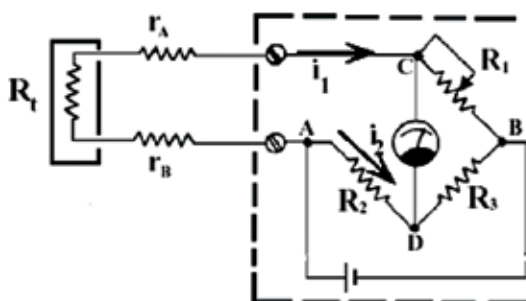

Figura 1
Para realizar la medición, se utiliza un puente de Wheastone. De acuerdo al esquema de la figura 1, la resistencia variable 'R1' tomará el valor tal que la corriente que circule por el galvanómetro, sea cero (0). Resolviendo el circuito obtendríamos: